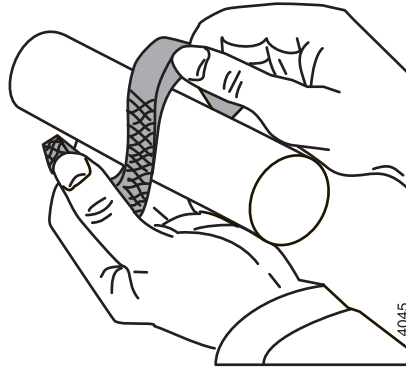

Abbildung 20: Aufbiegen Packungringe.
- 1 Die 5 Dichtungsringe werden angebracht. Die Dichtungen werden abwechselnd in die Öffnungen gelegt. Die Dichtungsringe dürfen nur axial aufgebogen werden, siehe Abbildung 20.